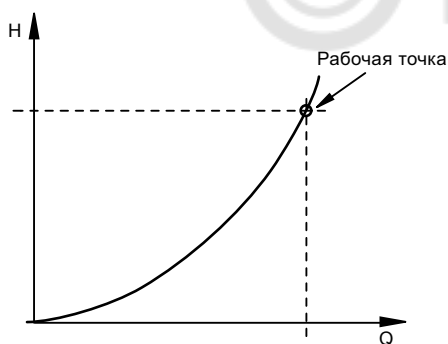

Рис. 6 Характеристика системы
- требуемый максимальный расход в гидросистеме (Q);
- максимальные потери давления в гидросистеме (H).
Для того, что бы найти рабочую точку, необходимо отметить требуемые значения на графике характеристик. По оси X отметить требуемый максимальный расход (Q), по оси Y - максимальные потери давления (H). См. рис. 6